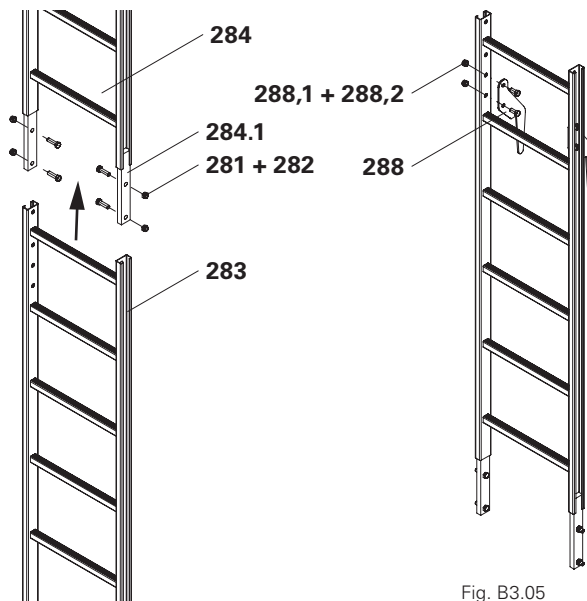

Fig. B3.05
3. Fissare la scala di aggancio alla scala superiore. (Fig. B3.05 + B3.06)